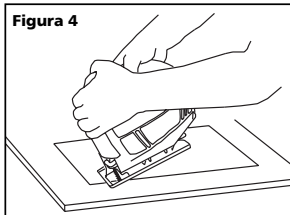

Figura 4
- Mantenga ambas manos sobre la sierra mientras esté cortando (Figura 4).